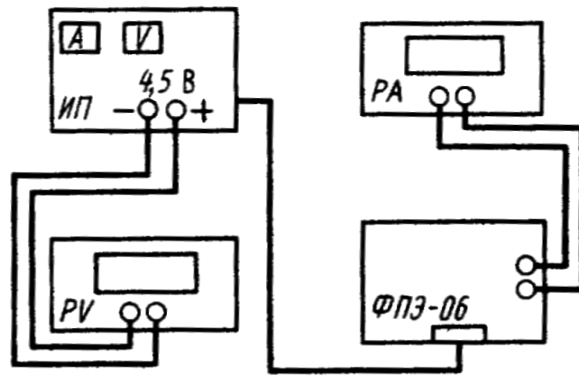

Рис.4
1. Зберіть схему установки, яка має чотири блоки: касету ФПЕ-06 з вакуумною лампою, джерело живлення ИП, вольтметр PV та міліамперметр РА (рис. 4).